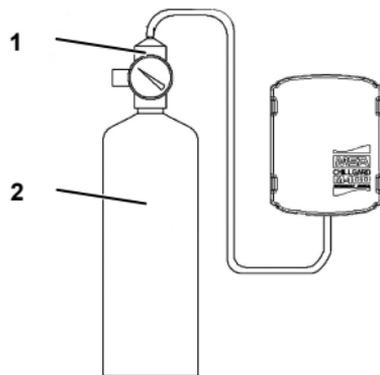

Fig. 6 Application du gaz d'étalonnage
- (1) Désactivez tout équipement connecté aux sorties ou déconnectez le câblage des sorties.
- (2) Saisissez les tuyaux connectés au régulateur de débit et à la bouteille, placez les tuyaux dans l'ouverture présente au bas du capteur (→ Fig. 6).
- (3) Ouvrez le régulateur et appliquez le gaz pendant cinq minutes minimum.
- (4) Si l'unité fonctionne correctement, la LED rouge :
- (5) Fermez le régulateur de débit et ôtez les tuyaux de l'ouverture.
- (6) Laisser le niveau de gaz revenir à l'état normal.
- (7) Réactivez tout équipement connecté aux sorties ou reconnectez le câblage aux sorties.